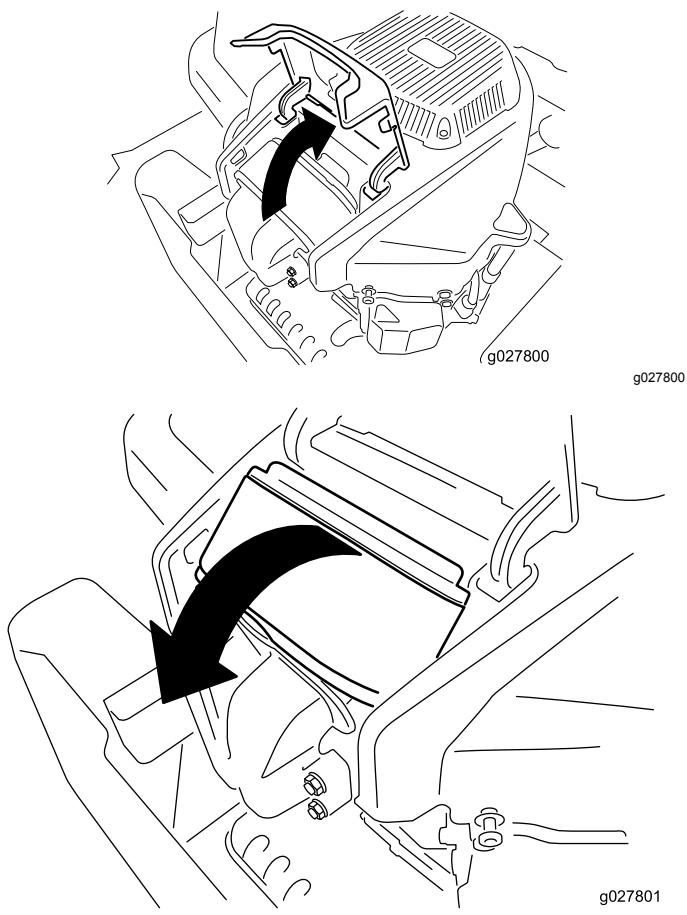

Figure 42
4. Soulevez le couvercle et dévissez le filtre à air pour le déposer du moteur (Figure 42).